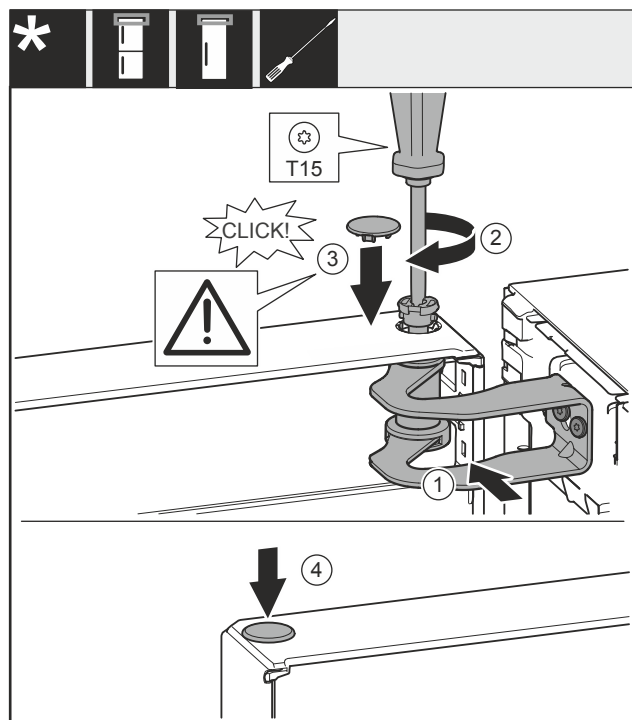

Fig. 50
- ▶ Igazítsa a csapágybak Fig. 50 (1) nyílásához az ajtót.
- ▶ Helyezze be a csapszeget Fig. 50 (2), és húzza meg csavarhúzóval.
- ▶ Helyezze be a fedelet Fig. 50 (3).
- ▶ Ellenőrizze, hogy a fedél Fig. 50 (3) felfekszik-e az ajtóra.
- ▶ Helyezze be a fedelet Fig. 50 (4).